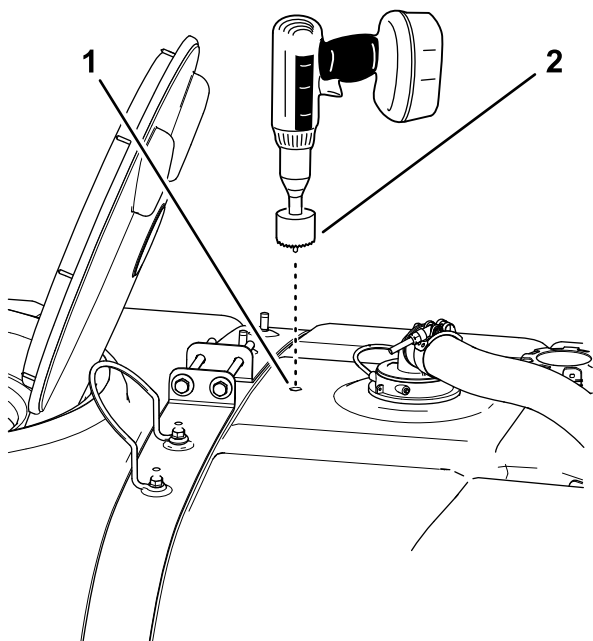

Figura 18
4. Utilizzate una sega a tazza da 4,5 cm per praticare un foro nel segno di foratura (Figura 18).